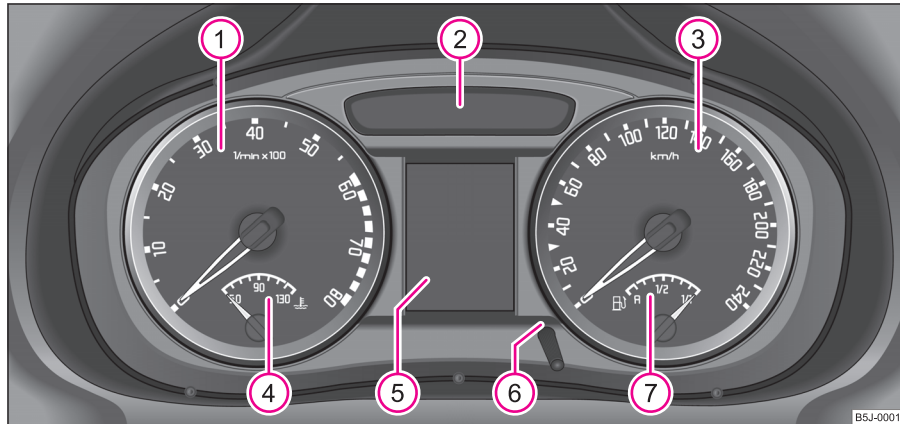
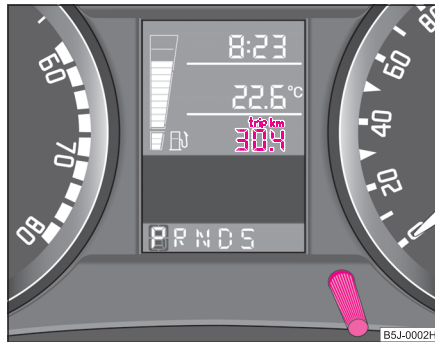

Abb. 2 Kombiinstrument
Abb. 3 Display: Zähler für zurückgelegte Fahrstrecke
Der Beginn des roten Bereiches im Drehzahlmesser ① ⇒ Seite 13, Abb. 2 kennzeichnet für alle Gänge die maximal zulässige Motordrehzahl des eingefahrenen und betriebswarmen Motors. Vor Erreichen dieses Bereiches sollten Sie in den nächst höheren Gang schalten bzw. die Wählhebelstellung **D** des automatischen Getriebes wählen.
Die Kühlmitteltemperaturanzeige ④ ⇒ Seite 13, Abb. 2 arbeitet nur bei eingeschalteter Zündung.
Die Kraftstoffvorratsanzeige ⑦ ⇒ Seite 13, Abb. 2 arbeitet nur bei eingeschalteter Zündung. ▶
Durch kurzes Drücken des Rückstellknopfs  → Seite 13, Abb. 2 können Sie zwischen dem Tages- und Gesamtzähler der zurückgelegten Fahrstrecke umschalten. Zum Erkennen, welcher Zähler für zurückgelegte Fahrstrecke auf dem Display gerade angezeigt wird, erscheint über dem Tageszähler **trip** → Abb. 3.
Zum Einstellen der Uhrzeit ist links unten neben dem Geschwindigkeitsmesser ein Rückstellknopf angebracht ⇒ Seite 13, Abb. 2.